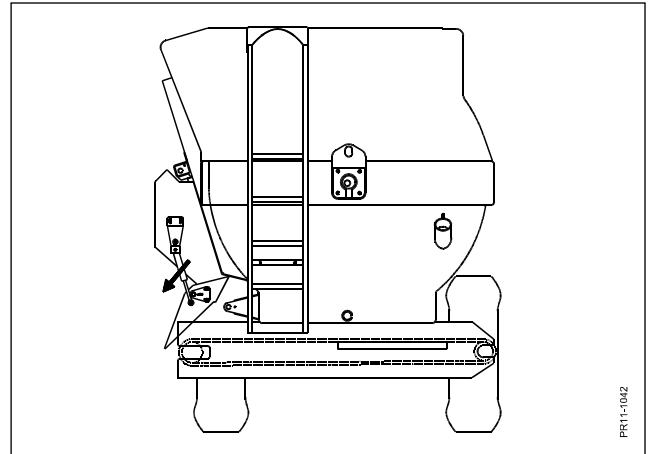

Fig. 5.15
- Fig 5.15** udfodring til venstre eller